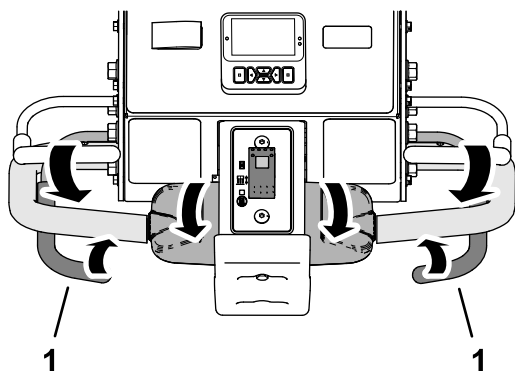

Figura 83
3. Cuando el neumático delantero alcance el perímetro de la zona de aireación, cierre la barra de aireación izquierda o derecha (Figura 83).